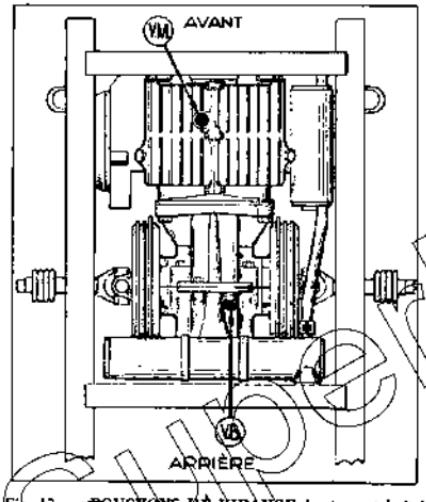

Fig. 17. — BOUCHONS DE VIDANGE (moteur et boîte) vus en dessous du véhicule
Après 3.000 km, vidangez à chaud le carter (bouchon en VM, fig. 17). En fin de vidange, appuyez sur l'AV de la voiture
c) de vidanger votre boîte de vitesses (fig. 17, page 26).